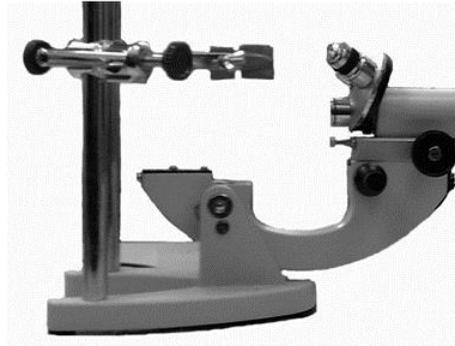

Рис.8. Штатив микроскопа с тубусом.
- Поверните микроскоп на угол 90° (предварительно открутив фиксационный винт) и зафиксируйте фиксационным винтом. Установите держатели на штативы (рис.8).